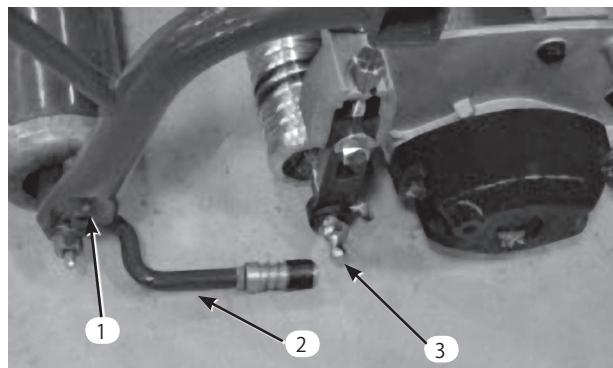

図9
2. カッティングユニット両端にそれぞれワッシャとボールスタッドを取り付ける（図9）。
4. ボールジョイントのスリーブを後ろにずらし、プルアームを下げ、ソケットをボールスタッドに嵌め合わせる。スリーブから手を離すとスタッドとジョイントが結合する（図9）。